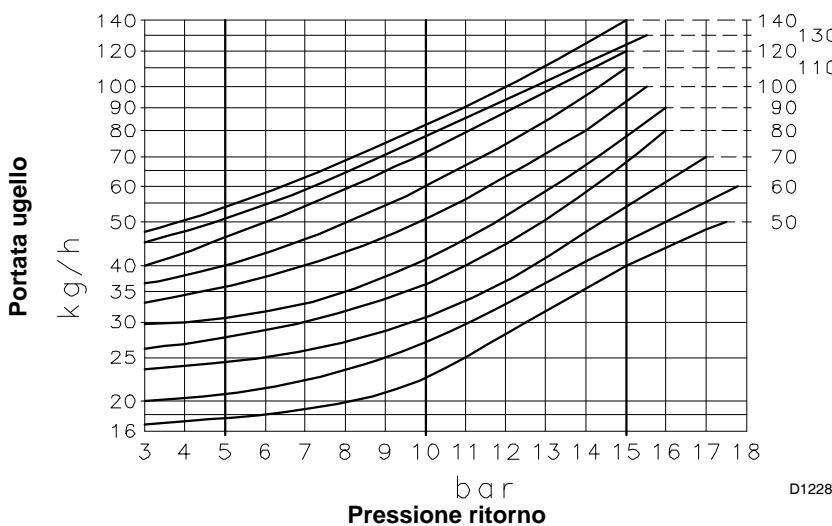

Fig. 25
Il diagramma (Fig. 25) indica questa relazione per ugelli Bergonzo tipo A3 ed A4 con pressione in mandata pompa di 20 bar.
Diagramma (Fig. 25):
- A regolazione avvenuta verificare manualmente, dopo aver sbloccato il servomotore (vedi pag. 18), che fra 0° e 130° non vi siano impuntamenti e che le pressioni massima e minima corrispondano a quella prescelta secondo il diagramma (Fig. 25, pag. 20).
La portata dell'ugello è data dal diagramma (Fig. 25, pag. 20) in corrispondenza della pressione sul ritorno dell'ugello, letta sul manometro 1) (Fig. 26, pag. 21).